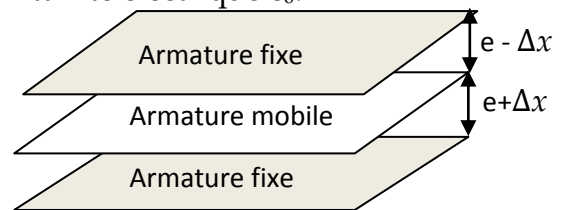

Figure 2 : Principe du capteur en mode push-pull
- On utilise maintenant le même principe de capteur mais en fonctionnement push-pull comme indiqué sur la figure 2.